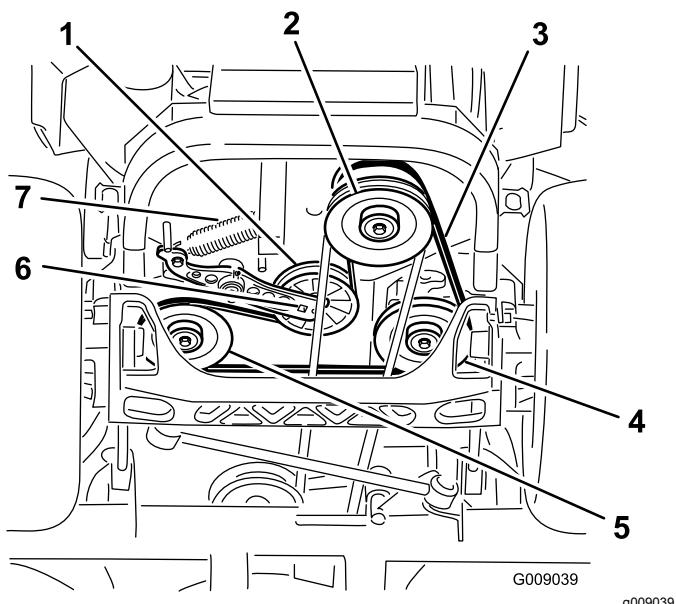

Figura 76
| <p>1. Desengrane el mando de control de las cuchillas (TDF) y ponga el freno de estacionamiento.</p> <p>2. Pare el motor, retire la llave y espere a que se detengan todas las piezas en movimiento antes de abandonar el puesto del operador.</p> <p>3. Retire la correa del cortacésped; consulte Cómo cambiar la correa del cortacésped (página 55).</p> <p>4. Levante la máquina y apóyela sobre gatos fijos (Figura 76).</p> | <p>5. Utilice una llave de carraca en el taladro cuadrado del brazo tensor para retirar el muelle tensor (Figura 76).</p> <p>6. Desenganche el muelle de la polea tensora del bastidor (Figura 76).</p> <p>7. Retire la correa de las poleas de transmisión de la unidad hidráulica y de la polea del motor.</p> <p>8. Instale la correa nueva alrededor de la polea del motor y de las 2 poleas de transmisión.</p> <p>9. Utilizando la llave de carraca en el taladro cuadrado del brazo tensor, instale el muelle tensor en el bastidor (Figura 76).</p> <p>10. Instale la correa del cortacésped; consulte Cómo cambiar la correa del cortacésped (página 55).</p> |
- Levante la máquina y apóyela sobre gatos fijos (Figura 76).